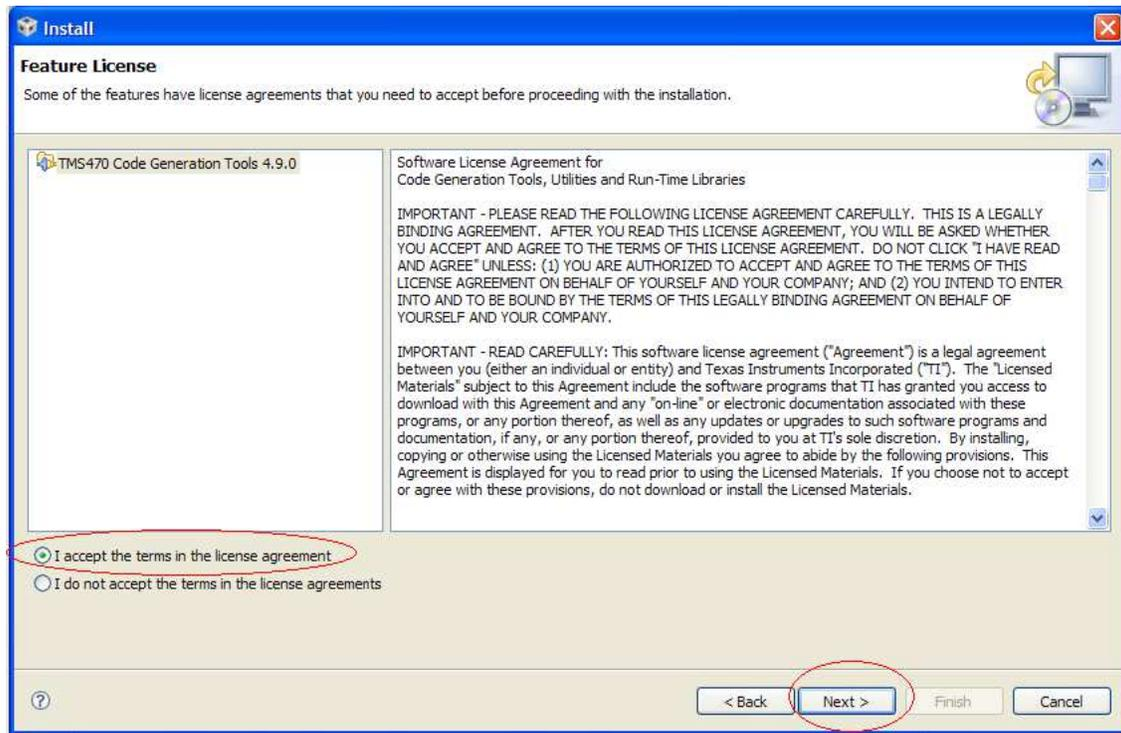

图 5. 安装 Window\_Accept 术语
3. 如图 5 所示，阅读并接受许可协议并单击 Next 按钮。